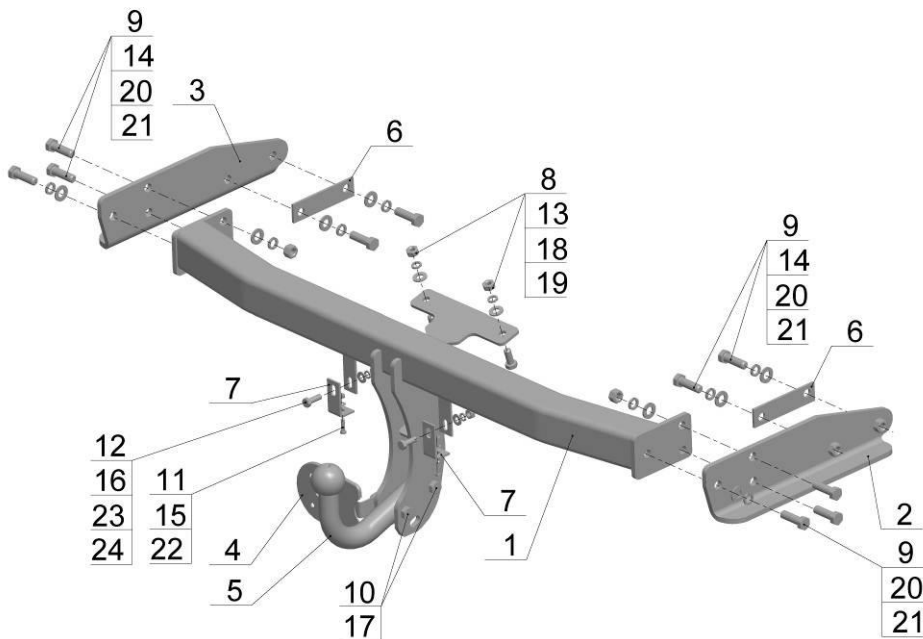

Рис.1.
- Установите ТСУ (рис.1) на автомобиль, используя крепежные элементы (поз.9,14,20,21) и (поз.8,13,18,19);